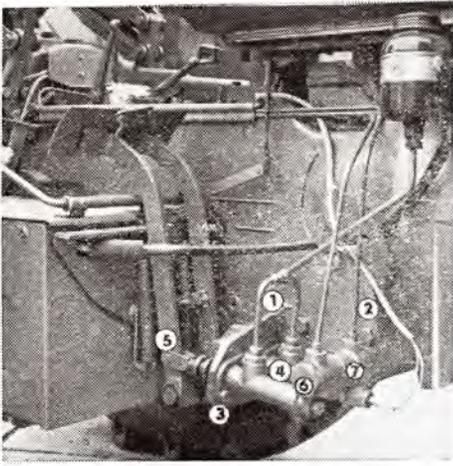

Abb. 70
1. Die Rohre sind aus dem Hauptzylinder (Abb. 70/1) und aus dem Druckausgleicher (Abb. 70/2) auszuschrauben und der Druckausgleicher ist durch Ausschrauben einer Hohlsschraube und des Bremschalters zu lösen.
2. Der Splint ist zu entsichern, die Unterlagscheibe abzunehmen und der Bolzen aus der Gabel des Bremsfusshebels herauszunehmen (Abb. 70/5).
3. Zwei Schrauben M 8 sind aus dem Flansch des Hauptzylinders (Abb. 70/3) auszuschrauben.
4. Der Zylinder (Abb. 70/4) samt Staubkappe ist aus dem Halter herauszuschieben.
1. An der linken und rechten Seite ist eine Verschluss-schraube (Abb. 70/6) auszuschrauben.
Anmerkung: Vor der Rückmontage muss man sich überzeugen, ob die Öffnung in der Mitte des Druckausgleichler-Körpers nicht verstopft ist, danach ist diese wieder mit einem Gummiring (Abb. 70/7) abzudecken. Die Öffnung darf nicht verstopft sein, sonst würde der Druckausgleichler seine Funktion nicht erfüllen.